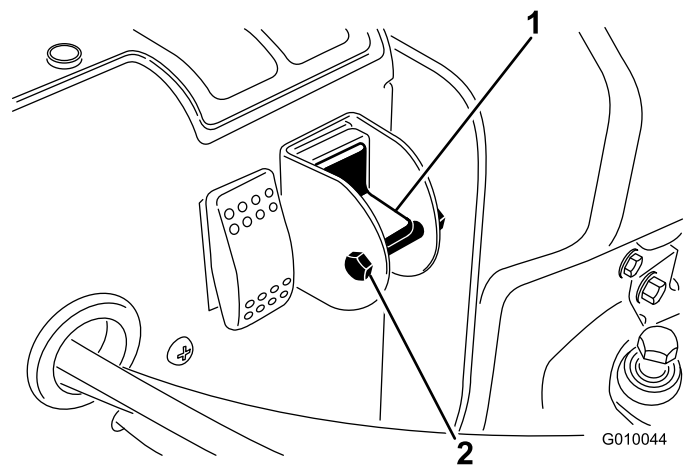

Рисунок 23
4. Снимите стопорный болт и гайку с переключателя выбора режима (Рисунок 23).